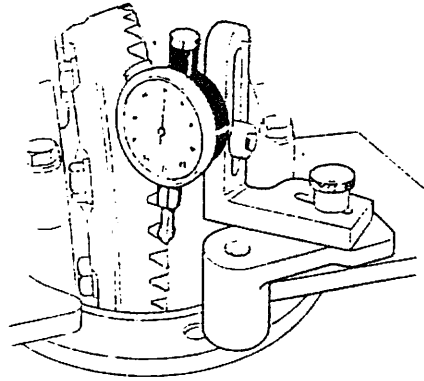

Fig. 5A.2-25
Comience a aflojar (DE MUESCA EN MUESCA) la tuerca (7) y a apretar, en la misma medida, la tuerca (8). De esta manera, la corona se va separando del piñón creándose un juego entre dientes, el cual lo tiene que ir determinando con el comparador (Fig. 5A.2-25).